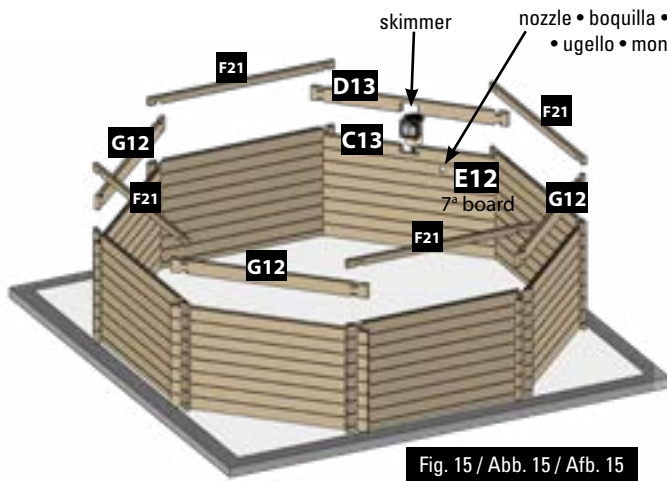

Fig. 15 / Abb. 15 / Afb. 15
- EN Skimmer:** • Place the specific boards of the skimmer facing the prevailing winds. Boards (C13) and (D13) will always be placed over a panel starting by board (A25) (figure 15). • The skimmer will not be stable until the pool is filled. *The skimmer (with its flap) is fitted as the same time as the finishing board.*
- FR Skimmer:** • Placez les madriers spécifiques au skimmer face aux vents dominants. Les madriers (C13) et (D13) se positionnent toujours sur un pan commençant par un madrier (A25) (figure 15). • Tant que le bassin n'est pas rempli, le skimmer ne sera pas stable. *Le skimmer (avec son volet) s'emboîte en même temps que le madrier de finition.*
- NL Skimmer:** • Plaats de planken die specifiek voor de skimmer zijn met het gezicht op de overheersende windrichting. De planken (C13) en (D13) worden altijd op een paneel geplaatst en er wordt begonnen met plank (A25) (afbeelding 15). • Zolang het zwembad niet is gevuld, zal de skimmer niet stabiel zijn. *De skimmer (samen met zijn afsluiter) wordt op het zelfde moment ertussen gezet als de plank voor de afwerking.*